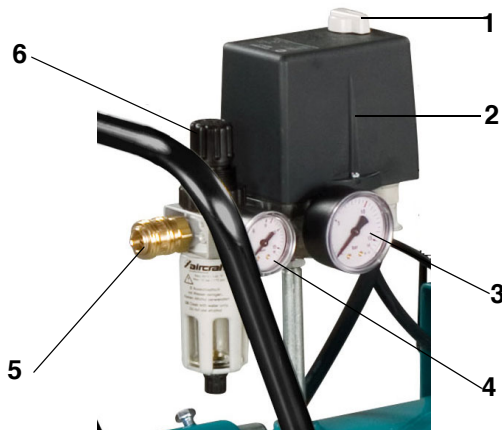

Abb. 12: Einstellung Arbeitsdruck
Schritt 6: Schließen Sie die Entwässerung und prüfen Sie, ob der Kompressor den Behälter lädt und bei  $P_{\max}$  anhält (max. Druck; wird durch das Manometer (Pos. 3, Abb. 12) angezeigt).
Der Arbeitsdruck wird mit dem Filterdruckregler (Pos. 6, Abb. 12) eingestellt (Drehen der Drehkappe oder Heben der Drehkappe, gewünschten Druck einstellen und Drehkappe wieder hinunter drücken und dadurch fixieren) und am Manometer (Pos. 4, Abb. 12) abgelesen. Die Entnahme erfolgt über Kupplung (Pos. 5, Abb. 12).